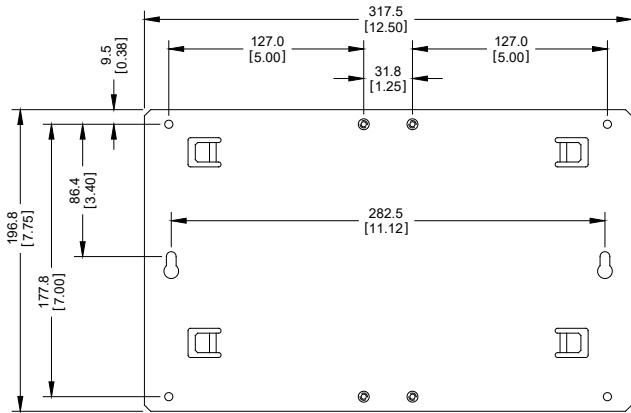

图5. 适配板尺寸
- 带扩展机架的主机组安装在适配板上。**将其放置在机柜装配板上的合适位置，使用 FB107 组件作为模板定位板上的安装孔。适配板的尺寸信息请参见 **图5**。使用 8-32 UNC 螺丝锥在板上安装孔的位置进行钻孔攻丝。将 FB107 组件放置在钻攻好的位置上，然后使用随附的四个 8-32 UNC x 1.00 英寸长螺丝将其固定到装配板上。以大约 1.1 至 1.4 牛米的转矩拧入四个固定螺丝。